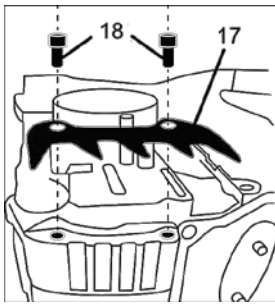

Рисунок 2
- Встановіть на передній частині корпусу зубчастий упор (17, рисунок 2) та зафіксуйте його гвинтами (18, рисунок 2) з комплекту поставки.